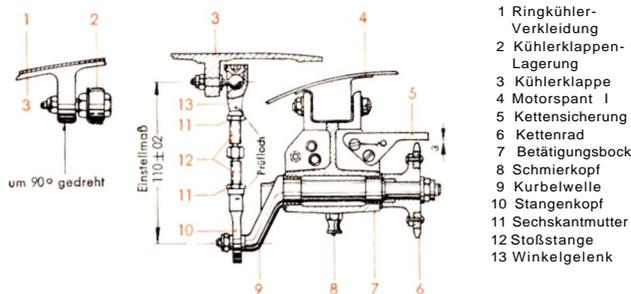

Abb. 11 Betätigungsbock für Kühlerklappe (bei Blechspant)
Abb. 11 zeigt den Schnitt durch einen Betätigungsbock (7) mit Kurbelwellenlagerung. Auf der einen Seite der Kurbelwelle (9) ist das Kettenrad (6) aufgezogen und auf der anderen Seite die Stoßstange (12) mit der Kühlerklappe (3) gelagert. Die Stoßstangen (12), welche in ihren